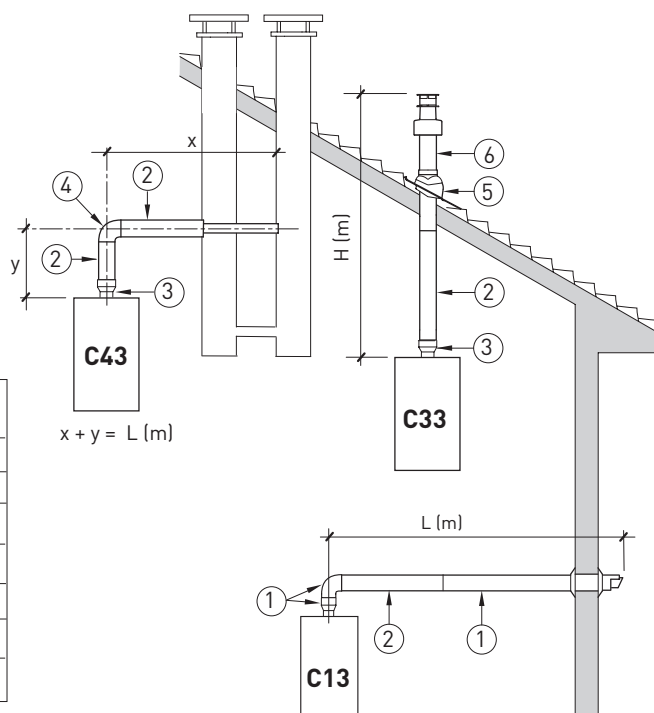

Fig. 6
2.5 INSTALLAZIONE CONDOTTO COASSIALE ø 60/100 - ø 80/125 (fig. 6)
Gli schemi di fig. 6 illustrano alcuni esempi dei diversi tipi di modalità di scarico permessi e le lunghezze massime raggiungibili.